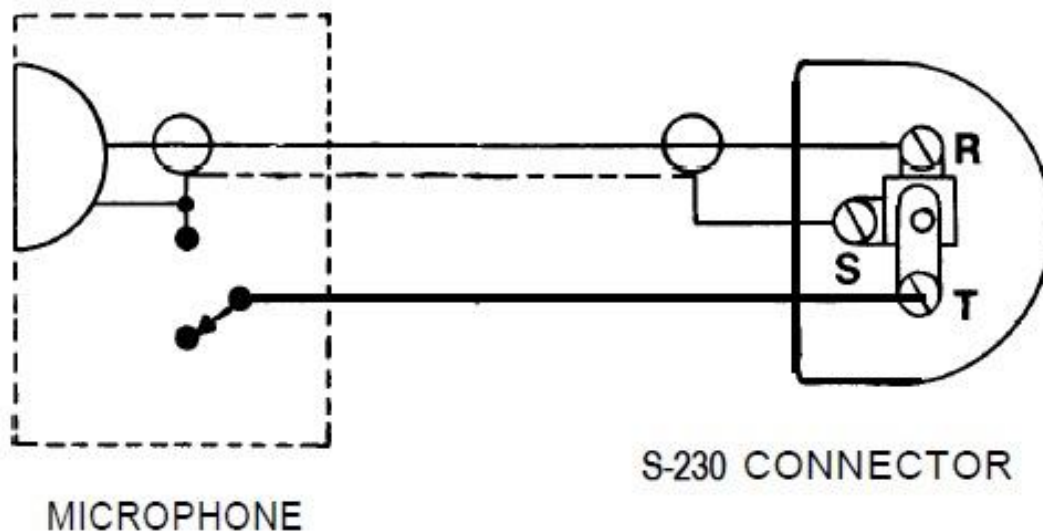

Figura 2-1 Conexión de micrófono
- Figura 2-1 Conexión de micrófono
Use un micrófono con una respuesta de frecuencia plana. El micrófono debe de ser del tipo cardiode, para reducir los ruidos provenientes de los laterales y de atrás. Conecte el micrófono según está ilustrado en la figura 2-1 para asegurar el funcionamiento correcto.